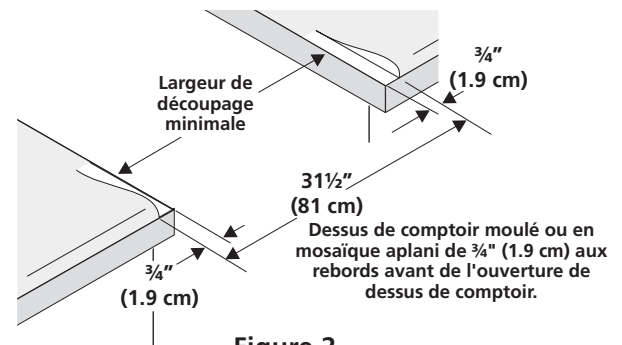

Figure 2
- Les dessus de comptoir au **rebord avant moulé** doivent être aplanis de $\frac{3}{4}$ " (1.9 cm) à chaque coin avant de l'ouverture (Figure 2).
- Il est possible qu'il soit nécessaire d'araser de $\frac{3}{4}$ " (1.9 cm) les dessus de **comptoir en mosaïque** à chaque coin avant et/ou d'aplanir le rebord arrondi (Figure 2).